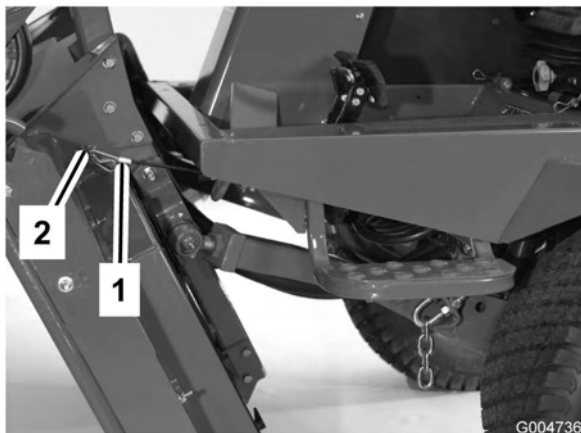

Figura 84
6. Mantenendo l'apparato di taglio verticale, fate passare l'estremità del cavo sopra il perno del braccio di sollevamento dell'apparato, e fissate il cavo con la coppiglia (Figura 84).